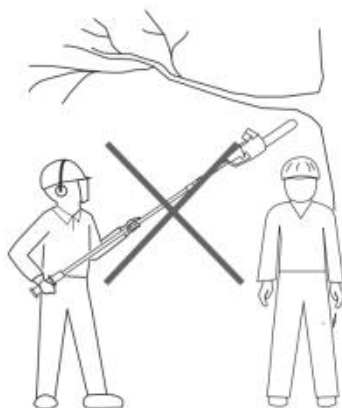

Fig. 52
5. Houd andere personen uit de buurt van het snijvlak van het product en op een veilige afstand van het werkgebied. Houd een minimale afstand van 10 meter tot omstanders aan (Fig. 52).